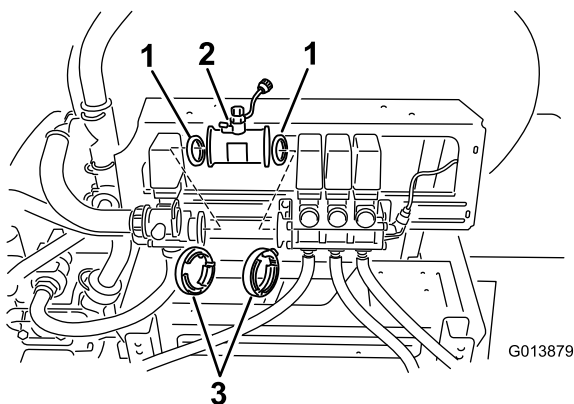

図 6
6. 攪拌バルブとブームバルブ・アセンブリの間にフローメータを取り付けるフローメータについている矢印がブームバルブ3個の方に向かって取り付けること図6。
- A. 既存のガスケットは、攪拌バルブにはまるようにフローメータ側に取り付ける図 6。